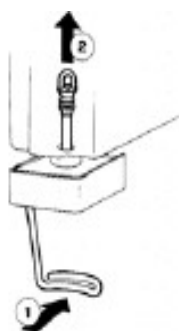

рис. 2
5. **Кран с резиновой прокладкой:** нажмите (1) на рукоятку управлением краном и вытяните (2) резиновую прокладку через выходное отверстие контейнера (см. рис. 2).